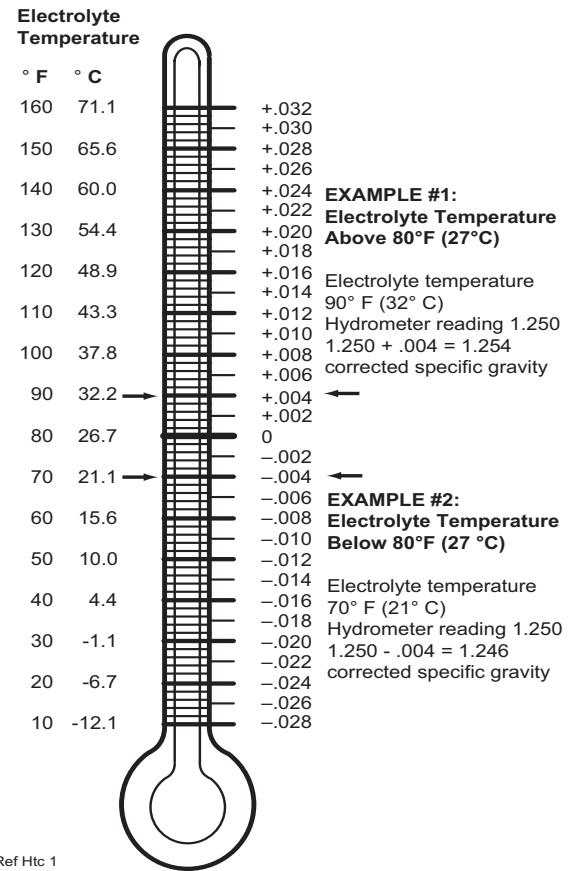

Fig. 29 Correcção da Temperatura do Densímetro
- Acrescente ou subtraia quatro pontos 0,004) à leitura por cada 6°C que a temperatura do electrólito esteja acima ou abaixo dos 27° C. Acerte a leitura para ficar de acordo com a temperatura do electrólito, por exemplo, se a leitura indicar uma gravidade específica de 1,250 e a temperatura do electrólito for de 32° C, **acrescente** quatro pontos (0,004) aos 1,250 o que dá uma leitura corrigida de 1,254. De modo inverso, se a temperatura do electrólito for de 21° C, **subtrair** 4 pontos (0,004) de 1,250, o que dará um valor de 1,246 (Fig. 29, página 25).